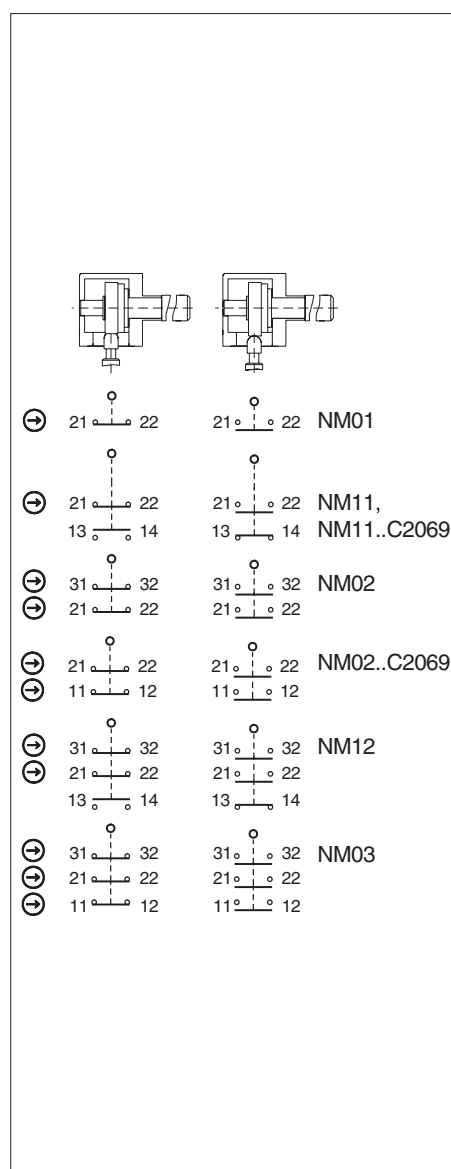

Fig. 3 : Éléments de commutation et fonctions de commutation
Utiliser au moins un contact \ominus . Celui-ci signale la position du protecteur (affectation des contacts, voir Fig. 3).
3. Effectuer le raccordement et serrer les bornes au couple de 0,5 Nm (affectation des contacts, voir Fig. 3).